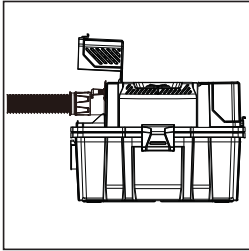

FIG. 7
- Insérez une extrémité du tuyau dans l'orifice de soufflage. (Fig. 7)